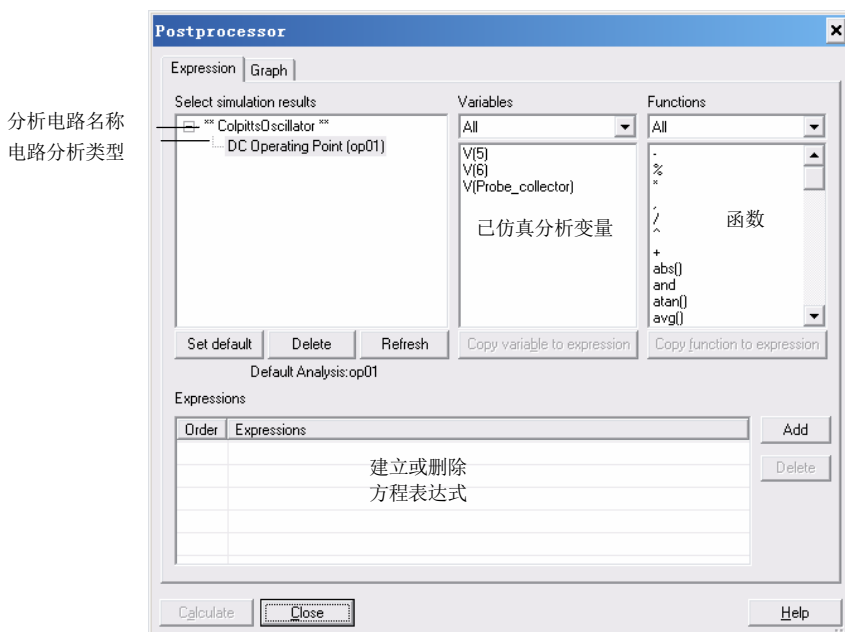

图 8-2 后处理器 Postprocessor 对话框
1) 启动后处理器，只需启动“Simulate”→“Postprocessor”命令，或按工具条上的按钮，系统弹出 Postprocessor（后处理器）对话框，如图 8-2 所示。
2) 若打开对话框与图 8-2 不一样，则单击“Expression”选项卡。
要选择在后处理器里要用到的变量，只要单击文件名称“DC Operating Point (op01)”，仿真分析时所选择的各变量将出现在 Variables 列表框中，如图 8-2 所示。